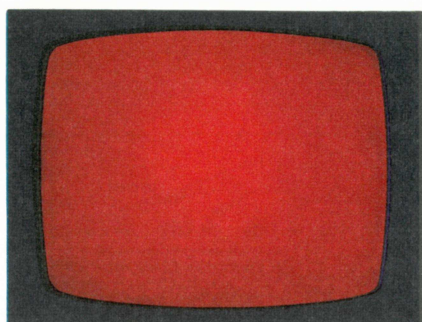
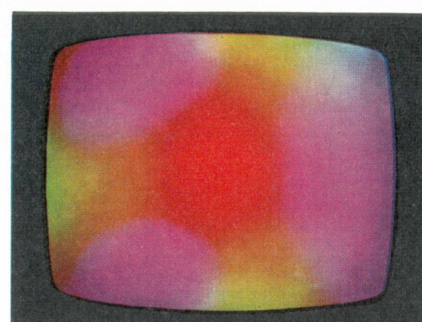
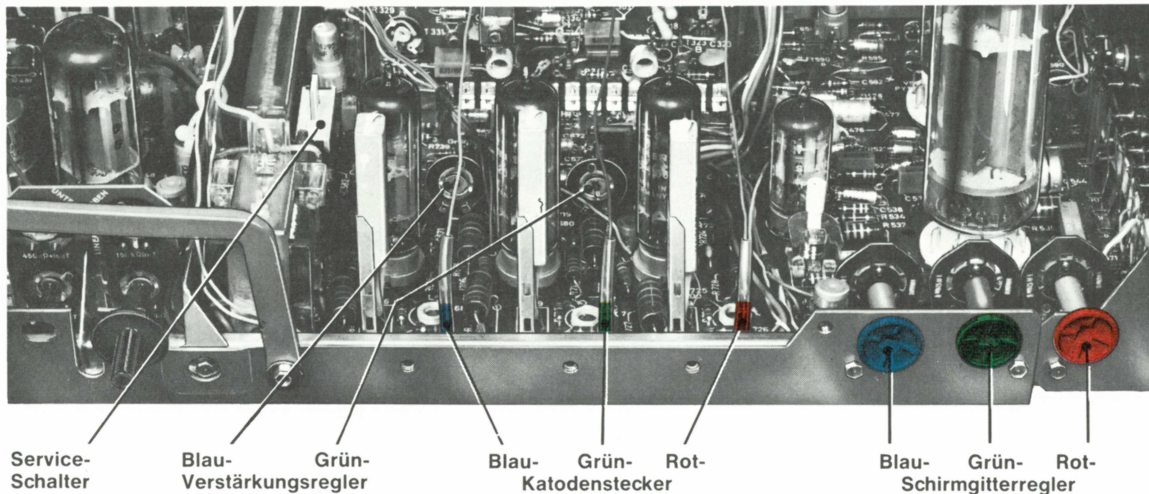

Fig. 4
Fig. 5
Fig. 7
3. Rot-Katodenstecker abziehen (Fig. 7). Bildschirm sollte dann gleichmäßig rot sein (Fig. 4). Ist Bildschirm ungleichmäßig rot oder farbfleckig (Fig. 5), so ist die Farbreinheit einzustellen.
2. Flügelmuttern am Ablenssystem (Fig. 2) lösen und Ablenssystem so weit auf dem Hals verschieben, bis ein roter Fleck erscheint (Fig. 5).
Mit blauem Schirmgitterregler (Fig. 7) Blau weg-drehen. Mit Rot- und Grün-Konvergenzmagneten (Fig. 3) Rot- und Grün-Linien in Bildschirmmitte zur Deckung bringen.
3. Rot-, Grün-, Blau-Schirmgitterregler (Fig. 7) auf Linksanschlag. Serviceschalter (Fig. 7) in Stellung „Service“ (nach vorn) bringen.
8. Sind helle Graustufen verfärbt, so ist die Einstellung der Regler „Grün-Verstärkung“ und „Blau-Verstärkung“ (Fig. 7) zu berichtigen. Sie sollen etwa auf rotem Markierungspunkt stehen.